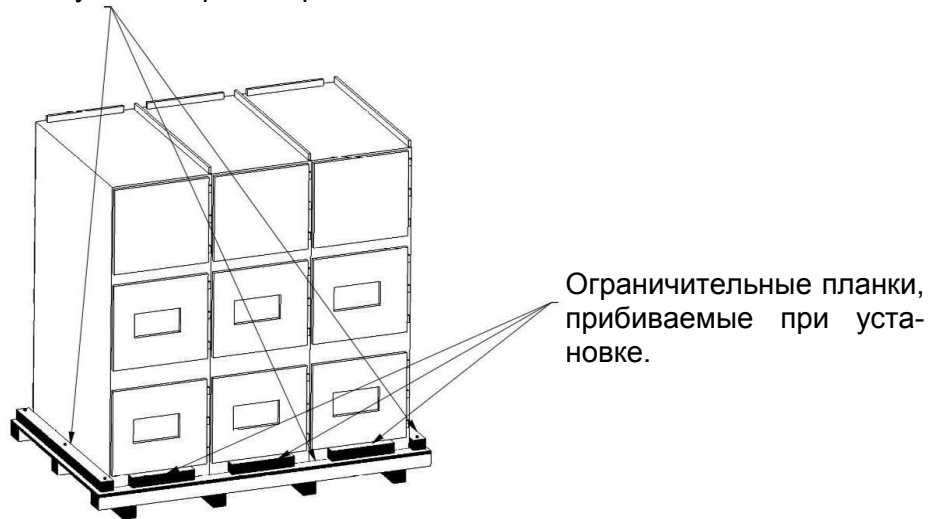

Рис. 6-2 Шкаф MVD, установленный на деревянную паллету
- Расположите паллету для шкафа MVD так, чтобы к ней был доступ подъемного оборудования, и положите антикоррозионную упаковку нужного размера на поверхность паллеты; после этого поднимите шкаф подъемником и установите его на паллету. При установке шкафа на паллету оставляйте необходимое расстояние по периметру, как показано на Рис. 6-2.